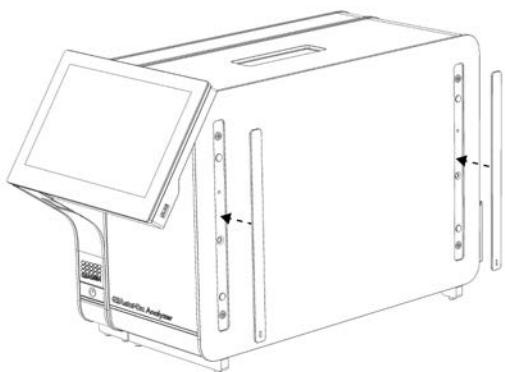

Рис. 7. Повторное прикрепление защитных накладок.
4. Снова прикрепите защитные накладки к боковой стороне аналитического модуля (рис. 7).